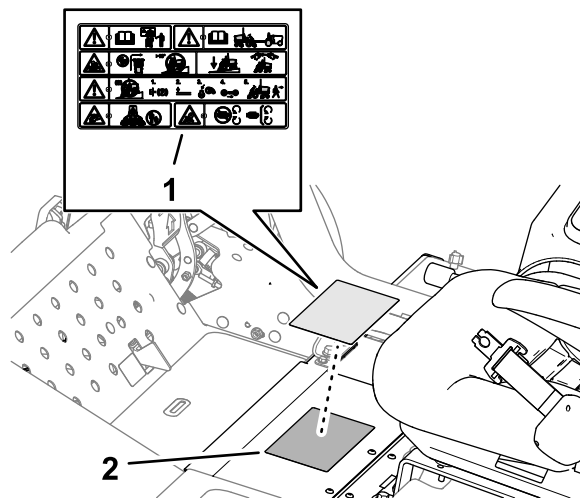

Figura 24
1. Limpie la pegatina de advertencia estándar con alcohol y deje que el bastidor se seque (Figura 24).
2. Retire el papel protector y aplique la pegatina de advertencia CE (Pieza N° 138-1186) sobre la pegatina de advertencia estándar, como se muestra en la Figura 24.